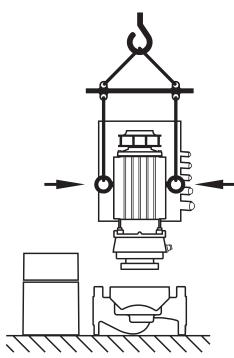

Fig. 9: Moottorin kuljetus
- Jos kuljetussilmukat on siirretty tai ne siirretään moottorilaipasta moottorikoteloon, niitä saa käyttää vain moottori-juoksupyöräyksikön (Fig. 9) kannattamiseen tai kuljettamiseen, mutta ei koko-naisen pumpun kuljettamiseen eikä moottori-juoksupyöräyksikön irrottamiseen pumpun pesästä.